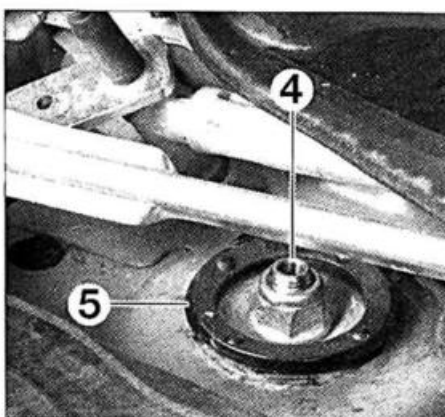

FIG. 2
- Desmontar (fig. 2):
- la tuerca (4)
- la copela (5)